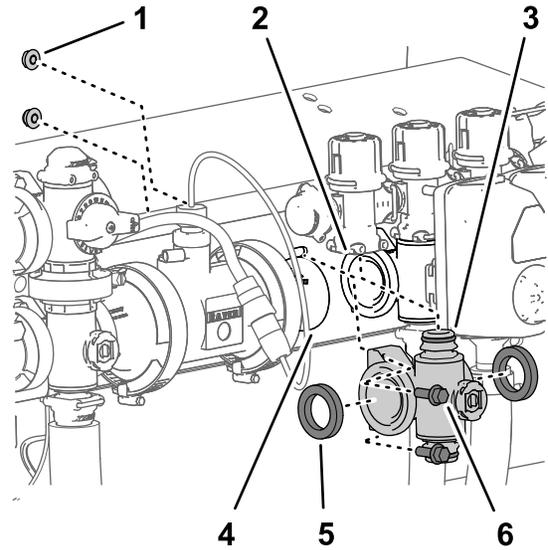

Figura 108
4. En los distribuidores de las válvulas de sección izquierdo o derecho, retire los 2 pernos con arandela prensada ($\frac{1}{4}$ " x $\frac{3}{4}$ ") y las 2 tuercas con arandela prensada ($\frac{1}{4}$ ") que sujetan el distribuidor de la válvula de sección al panel de montaje de las válvulas (Figura 108).
5. Mueva el distribuidor de la válvula de sección y las juntas hacia abajo hasta que estén libres de la válvula de desvío de sección, y luego retírelos de la máquina (Figura 108).